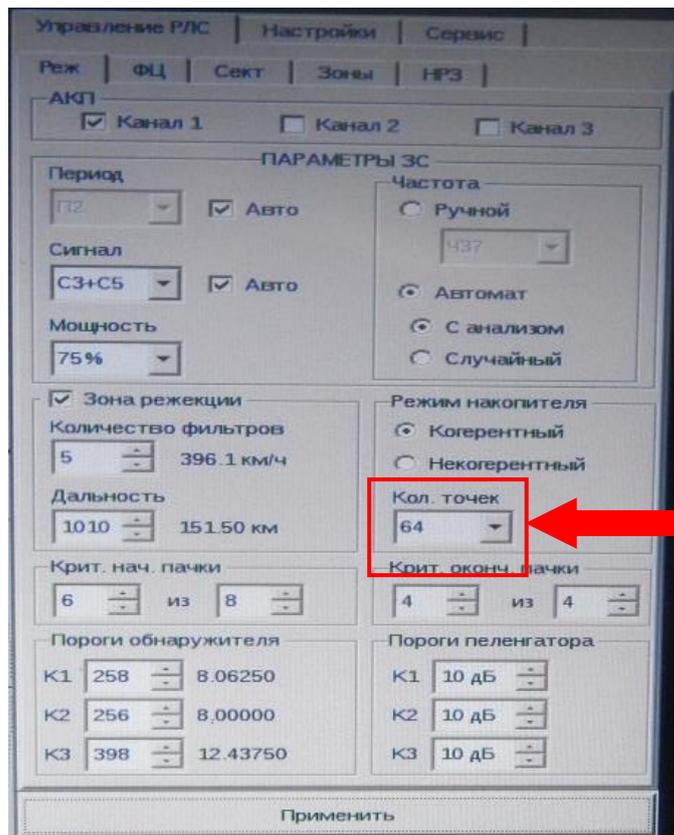

Рис. 2.33. Установка количества точек накопления
- количество точек накопления – 64 (рис. 2.33);